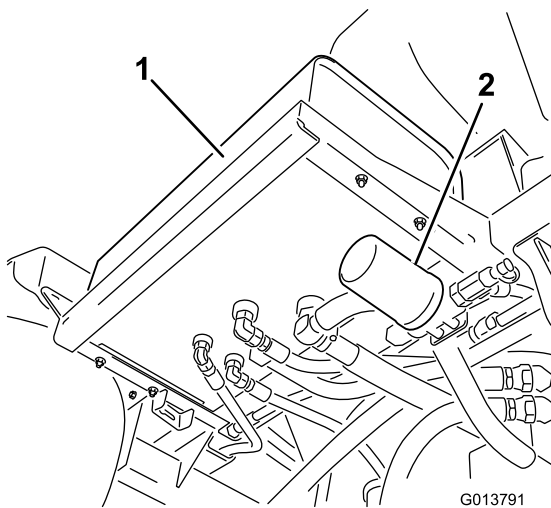
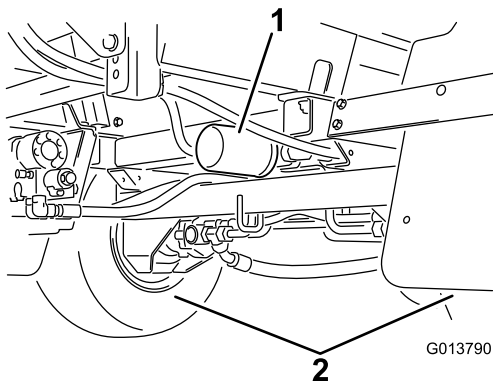

Рисунок 96
Рисунок 97
- Найдите два гидравлических фильтра на машине (Рисунок 96 и Рисунок 97).